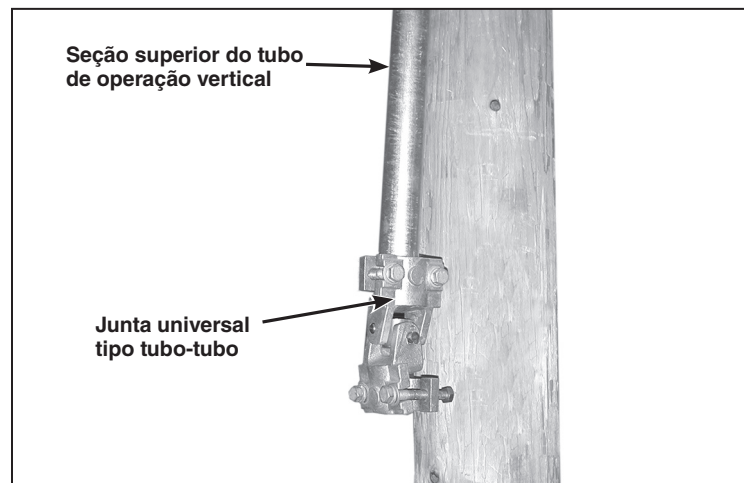

Figura 16. Acoplamento da junta universal tipo tubo-tubo ao lado inferior do tubo de operação vertical.
PASSO 14. Acople uma junta universal do tipo tubo-tubo ao lado inferior da seção superior do tubo de operação vertical. Ver Figura 16. Afaste o parafuso de ajuste perfurante para fora do corpo do acoplamento do tubo antes de apertar os parafusos de fixação do acoplamento.